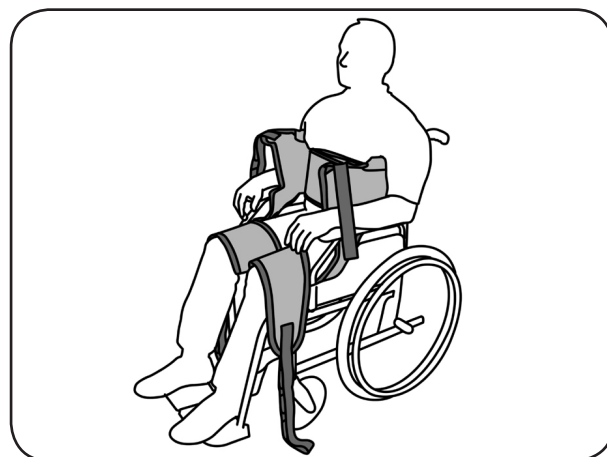

Abb. 8.3.02 – Liftergurt geschlossen, Beinstützen zwischen den Beinen des Patienten positioniert
7. Verschließen Sie die Brustschlaufe um den Brustkorb des Patienten mit dem Klettverschluss so, dass der Liftergurt in seiner Position fixiert ist und den Patienten nicht einschnürt (Abb. 8.3.02).
8. Führen Sie die Beinstützen von außen nach innen unter den Oberschenkeln des Patienten durch, so dass die Beinschlaufen zwischen den Oberschenkeln liegen. Achten Sie darauf, dass die Beinschlaufen gleich lang sind. Straffen Sie die Beinstützen durch seitliches Ziehen, damit sie faltenfrei anliegen. (Abb. 8.3.02)